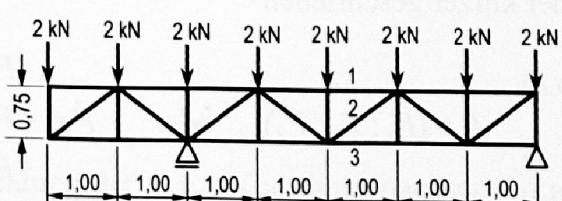

Bild 7.17: Fachwerkträger
7. Man bestimme die Stabkräfte in den Stäben 1, 2 und 3 des Fachwerkträgers (**Bild 7.17**) nach dem Schnittverfahren von Ritter.